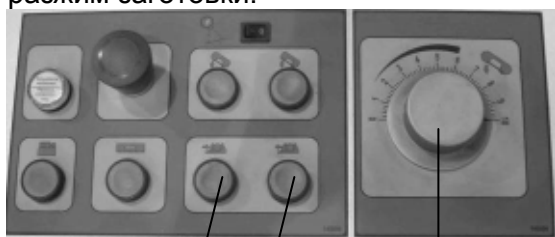

Рис.19 A B C
Пильная рама поднимается и опускается с помощью гидроцилиндра. Скорость опускания пильной рамы регулируется с помощью рукоятки (C), Рис.19. Поворачивая рукоятку (C) против часовой стрелки скорость опускания уменьшается. Поворачивая рукоятку (C) по часовой стрелке скорость опускания увеличивается.